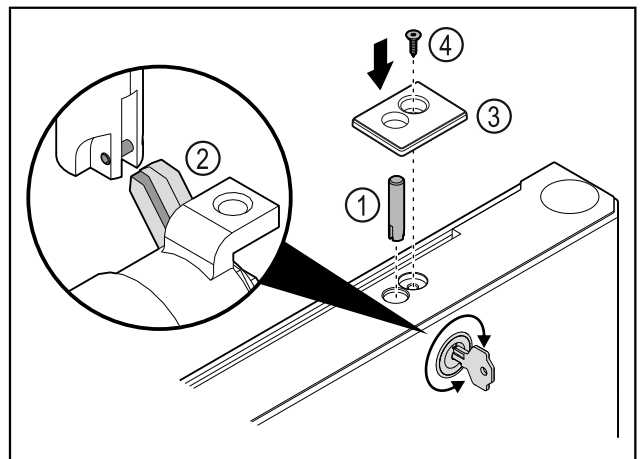

Fig. 42
- Inserire il perno della serratura Fig. 42 (1).
- Ruotare leggermente la serratura in modo che il rispettivo perno Fig. 42 (2) si innesti nella fessura della serratura.
- Inserire la copertura Fig. 42 (3).
- Inserire la vite Fig. 42 (4).